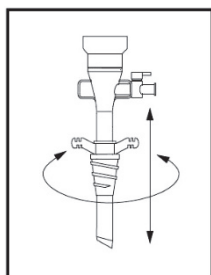
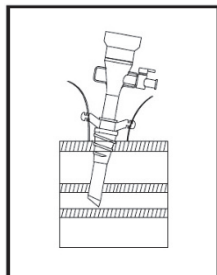

図1
図2
- (1) 挿入目的部位に本品を挿入するための皮膚切開を行い、その後、腹膜まで切開を進め小開腹を行う。
- (2) 小開腹口からの気腹漏れを防ぎ、カニューラを固定するため、カニューラに装着されているウイングウェッジを、必要に応じて回転させながら適切な位置に調整する(図1参照)。
- (3) カニューラに適切なサイズのバルブおよびリデューサーが確実に装着されていることを確認する。その際、サイズ10-10/12mmのバルブ、バルブリデューサーについては時計周りに「カチッ」と音がするまで回転させ、固定されたことを確認する。
- (4) 先端が鈍であるオープンスパイクをカニューラに対し垂直に装着する。
- (5) カニューラに挿入したオープンスパイクの頭部を手のひらで包み込むようにして固定し、下方向に継続して力をかけ、小開腹口より穿刺する。
- (6) 腹膜または胸腔の適切な位置に穿刺後、速やかにオープンスパイクを抜去し、カニューラを安定するよう適切な深さまで挿入して、内視鏡下手術を進める。また、必要に応じてウイングウェッジを回転させながら適切な位置に調整し、縫合糸を用いてウイングウェッジと皮膚を固定する(図2参照)。